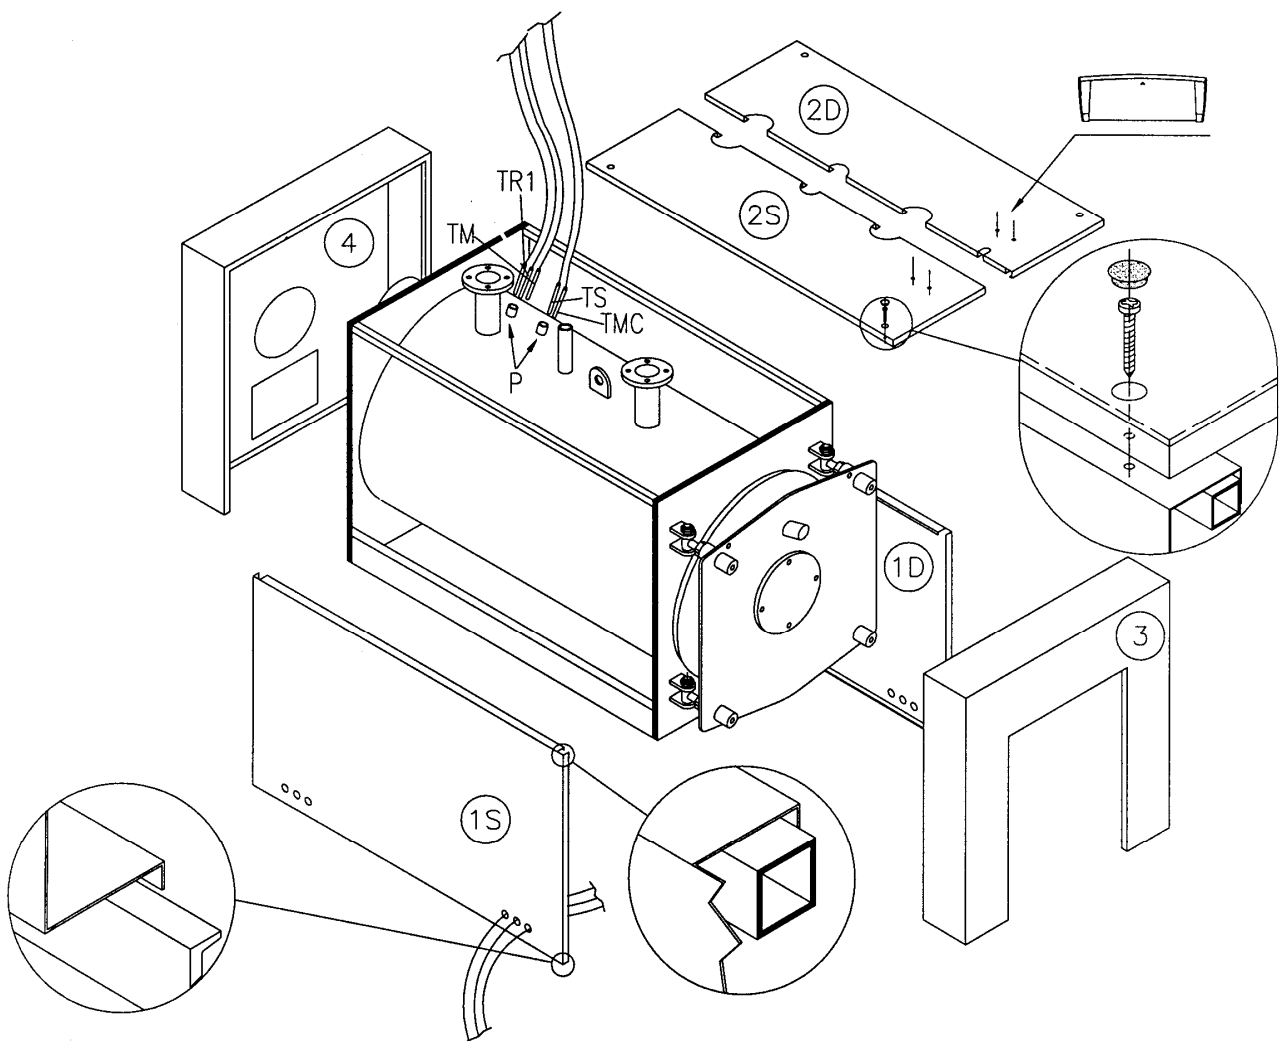

Рис. 5
3.8 ОБШИВКА КОТЛА STAR/STARTRE 70÷400 (Рис. 5)
- a) Обернуть стекловатой корпус котла, оставив видимыми Зумпфы для колб (P), расположенные на правой стороне.